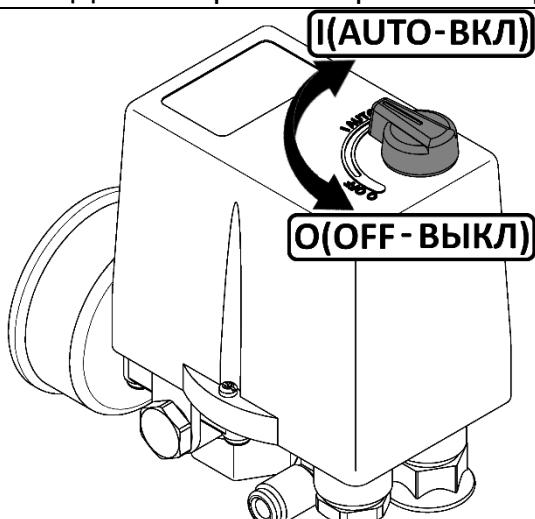

Рисунок 4
ПРИ ЭЛЕКТРИЧЕСКОМ ПОДСОЕДИНЕНИИ КОМПРЕССОРОВ С ТРЕХФАЗНЫМ ЭЛЕКТРОДВИГАТЕЛЕМ ОСОБОЕ ЗНАЧЕНИЕ ИМЕЕТ ЧЕРЕДОВАНИЕ ФАЗ, ТАК КАК ЭТО ОПРЕДЕЛЯЕТ НАПРАВЛЕНИЕ ВРАЩЕНИЯ ВАЛА ЭЛЕКТРОДВИГАТЕЛЯ, КОТОРОЕ ДОЛЖНО СООТВЕТСТВОВАТЬ НАПРАВЛЕНИЮ, УКАЗАННОМУ НА ЛОПАСТИ ШКИВА-ВЕНТИЛЯТОРА ПОРШНЕВОГО БЛОКА (РИСУНОК 4) ИЛИ СТРЕЛКЕ, РАСПОЛОЖЕННОЙ НА КРЫШКЕ ВЕНТИЛЯТОРА ЭЛЕКТРОДВИГАТЕЛЯ.
- Проверьте, чтобы выключатель на реле давления находился в выключенном положении "O" (рисунок 4).
- Выключить компрессор выключателем на реле давления. Для этого необходимо переключить выключатель в положение "OFF" (см. рисунок 4). После этого остановится электродвигатель и произойдет сброс давления из нагнетательного воздухопровода и поршневого блока.
7.3.2 Компрессор оборудован устройством защиты от перегрузок. При нарушении питания электрической сети, а также при работе с ПВ более 60% возможно автоматическое срабатывание защиты двигателя. Для пуска компрессора после срабатывания защиты выполните следующие действия: после того, как двигатель остынет до допустимой температуры, переключите выключатель на прессостате в положение "0" (см. рисунок 4), а затем включите компрессор, переключив выключатель в положение "I".